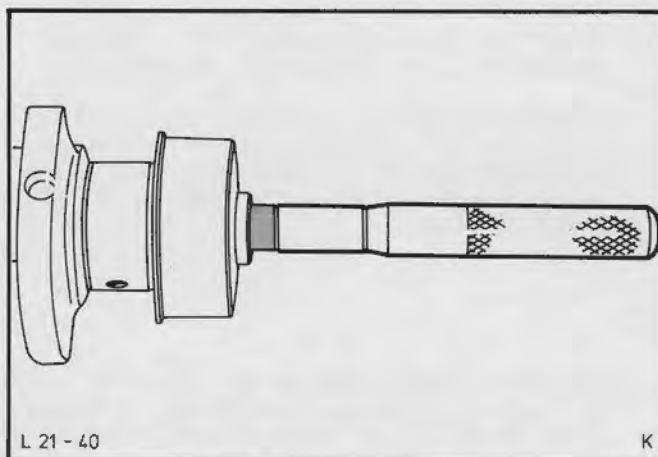

Fig.54. Pres lejet ind på krumtapakslen
38. Pres et nyt leje ind i krumtapakslen med specialværktøj 21-044, Fig.54.